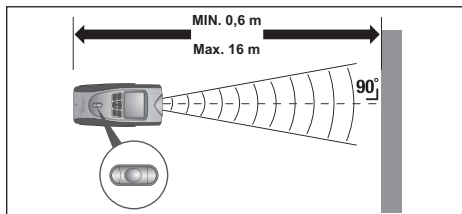
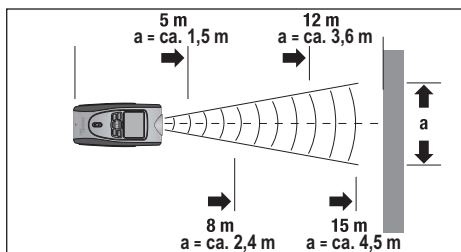

Fig . 1
Fig. 2
1. Allumez l'appareil en appuyant sur la touche ON/OFF ⑩.
2. Appuyez le cas échéant plusieurs fois sur la touche MODE ⑨, jusqu'à ce que l'affichage $\frac{L}{\quad}$ (mesure de distance) apparaisse sur l'écran.
3. Pour passer entre les unités de mesure métriques (mètre M) et anglo saxonnes (Feet'/Inch''), appuyez sur la touche FT/M ④.
4. Tenez l'appareil à l'horizontale devant le mur dont vous voulez mesurer la distance par rapport à vous. L'émetteur/le récepteur d'ultrasons ② doit être orienté à angle droit vers le mur. Pour ce faire, utilisez le niveau à bulle ⑧ :
La bulle dans le niveau à bulle ⑧ doit se situer entre les marques (voir Fig. 1, page suivante).
5. Appuyez brièvement sur la touche READ ⑪. Un point laser est projeté et un signal acoustique retentit. Maintenez l'appareil en position, jusqu'à ce que la distance mesurée s'affiche sur l'écran ⑫.
① Remarque :
Plus vous êtes éloigné du mur, plus grande sera la surface (a) que le télémètre mesure à l'aide des ultrasons (Fig. 2). Veillez par conséquent à ce que le télémètre se trouve toujours sur une surface plane et soit orienté à angle droit (Fig. 1 et 3). Veillez à ce qu'il n'y ait aucun objet dans la plage de mesure.